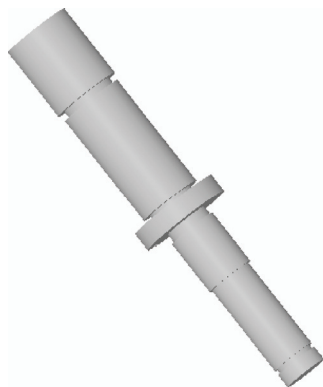

图 15-9 创建旋转特征二
STEP 08 单击“关闭”面板中的“确定”按钮，完成截面绘制并退出草绘环境。单击“完成”按钮，完成旋转特征的创建，如图 15-9 所示。